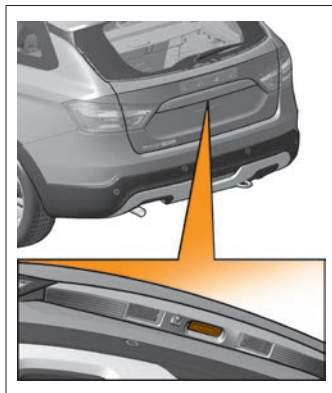

Рис. 14. Выключатель открывания замка багажника
**В варианном исполнении** автомобиля LADA Vesta (кузов «SW» и кузов «SW Cross») для открывания двери багажного отделения снаружи предусмотрен выключатель открывания замка багажника (рис. 14). Открывание двери багажника от выключателя в накладке также доступно и в кузове «SE».